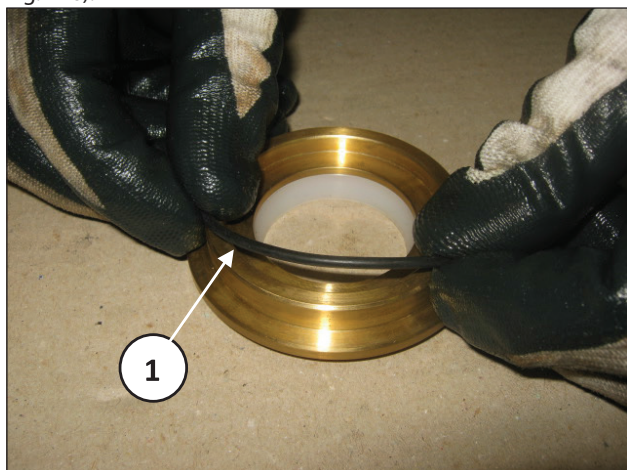

Fig. 126
Colocar la junta tórica en el soporte del retén (pos. ①, Fig. 126).